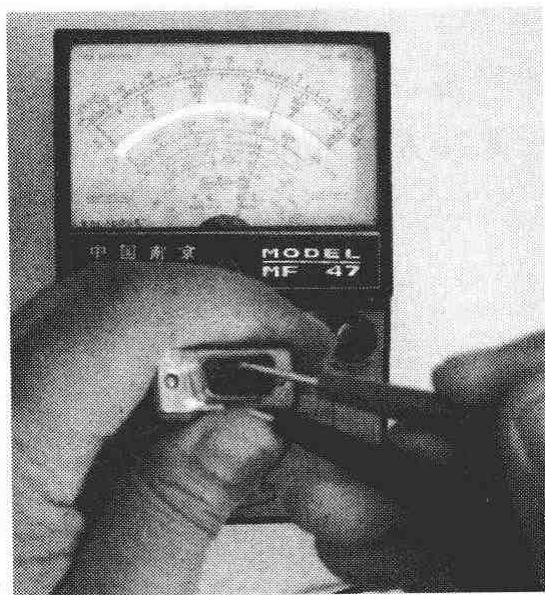

图 9-7 信号电缆信号输入线检测示意图
**技巧** 若阻值为 75Ω，则说明电缆、插针正常；若阻值过大，说明电缆开路或插针开路，如图 9-7 所示。